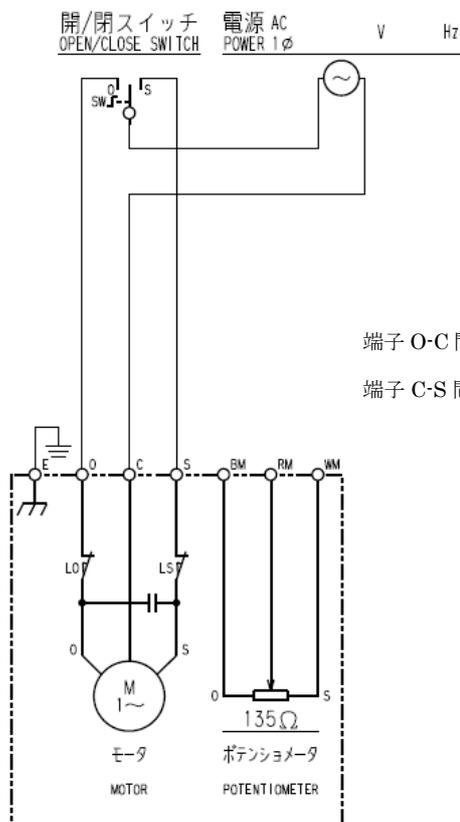

図 5 : C形 (135Ω) 内部接続図
- （3）図5、6に制御動作Cの標準接続図を示します。制御動作CEやCX、その他特殊仕様の場合、本図通りでは無いことがありますので、接続図や仕様書で確認してください。